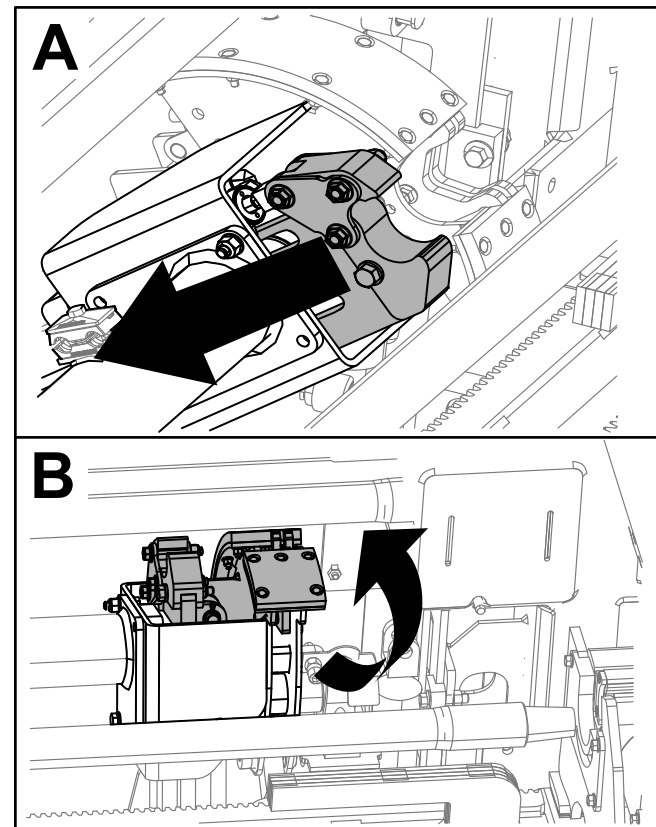

Рисунок 39
11. Удерживайте нажатой нижнюю правую кнопку на левом джойстике (Рисунок 27) до тех пор, пока рычаги не будут втянуты и кулачок в сборе не вернется в исходное положение (ряд 3) (Рисунок 39).